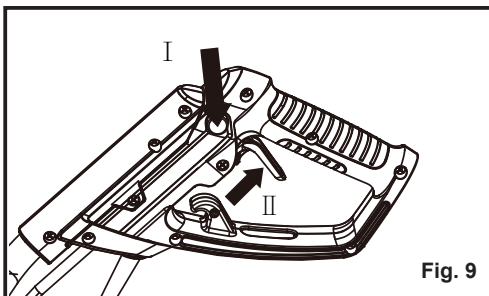

Fig. 9
7. Pour démarrer le motoculteur, appuyez d'abord sur l'interrupteur de sécurité, puis tirez le levier de déclenchement vers le haut (Figure 9). Pour arrêter le motoculteur, il suffit de relâcher le levier de déclenchement.